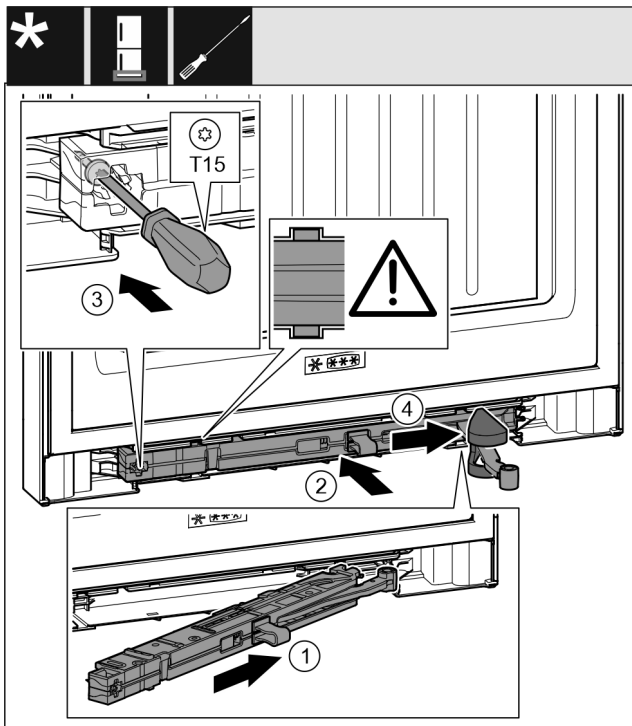

Fig. 46
- ▶ Вставьте узел амортизатора в выемку со стороны опорного кронштейна под наклоном до упора. Fig. 46 (1)
- ▶ Полностью вставьте узел амортизатора в выемку. Fig. 46 (2)
- ▶ Затяните винт отверткой T15. Fig. 46 (3)
- ▶ Переместите крышку над шарниром. Fig. 46 (4)